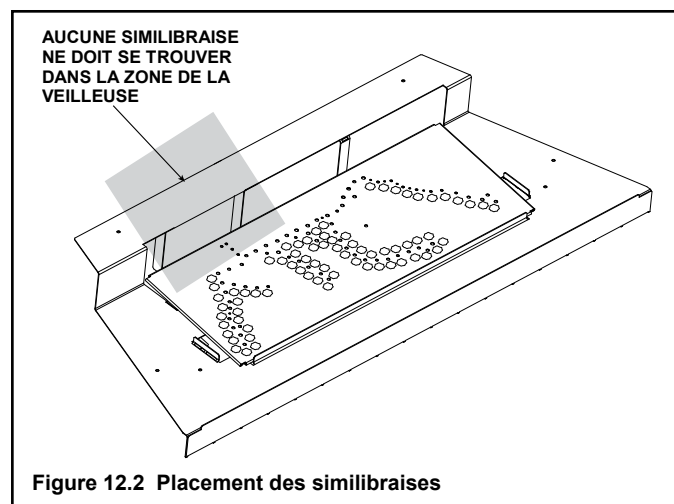

Figure 12.2 Placement des similibraises
- Placez des morceaux de similibraises Glowing Embers® de la taille d'une pièce de dix sous juste en avant du sentier d'orifices, mais pas sur ou entre les orifices (voir la Figure 12.2). Il faut prendre garde à ne pas couvrir les orifices. Le non-respect de cette procédure causera probablement des problèmes d'allumage et de production de suie.